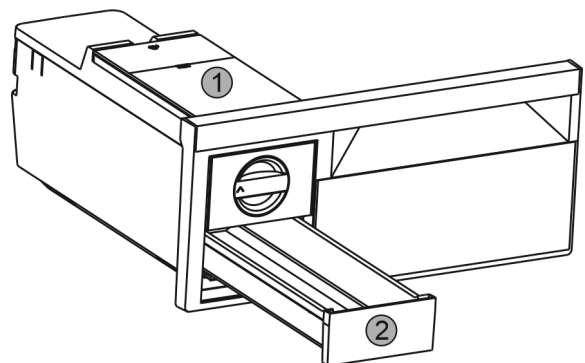

Fig. 58
- Wassertank Fig. 58 (1) und Eiswürfel-Schubfach Fig. 58 (2) entnehmen.